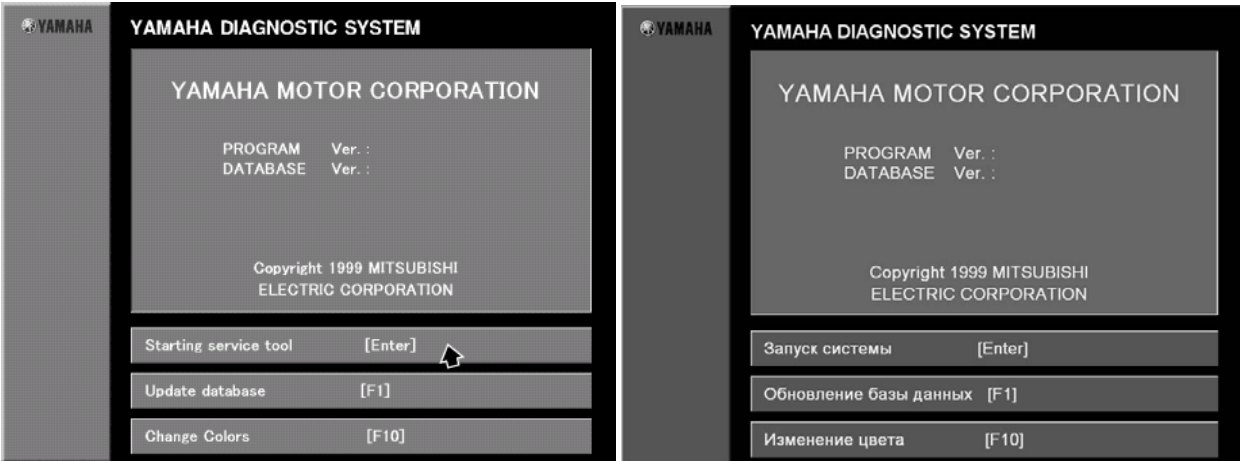

Рис. 58
1.С отсоединенным адаптером, запустите Диагностическую Систему Yamaha на вашем компьютере. Затем щелкните **запуск системы**[Enter](Starting service tool [Enter]), или нажать Enter. (Рис. 58)